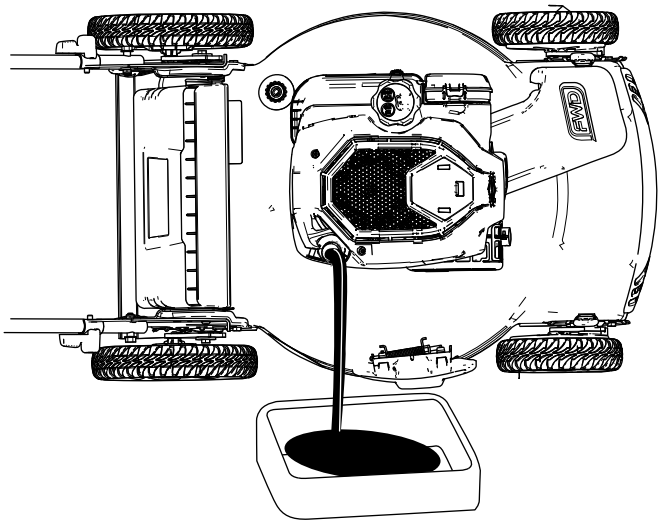
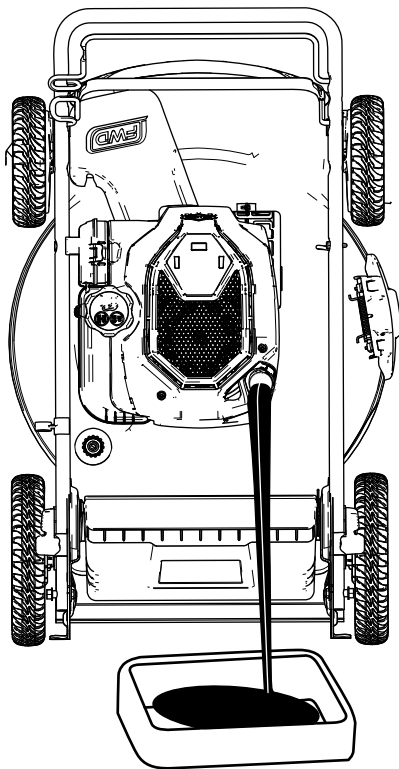

Figura 27
Figura 28
4. Coloque la máquina de lado (con el filtro de aire hacia arriba) para drenar el aceite del tubo de llenado de aceite (Figura 27) o ponga la máquina en la posición vertical de almacenamiento (Figura 28). Consulte Almacenamiento de la máquina en posición vertical (página 12) para drenar el aceite usado del tubo de llenado de aceite.